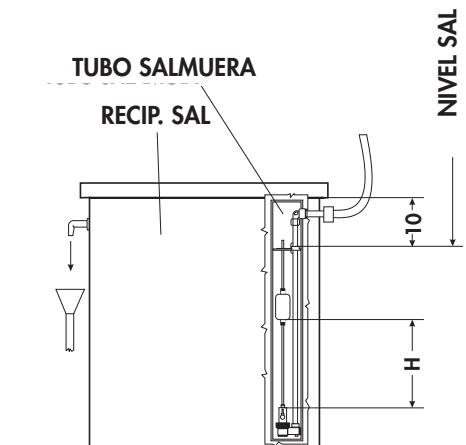

Fig. 5
- Llene el recipiente de sal hasta 10 mm. del borde del tubo salmuera (Fig.5)